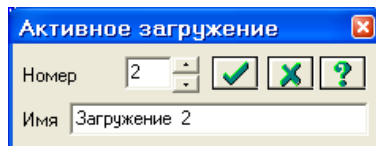

Рис.10.17. Диалоговое окно **Активное загрузие**
- Смените номер текущего загрузки, вызвав диалоговое окно **Активное загрузке** (рис.10.17) с помощью меню **Нагрузки** ⇒ **Выбор загрузки** (кнопка на панели инструментов).